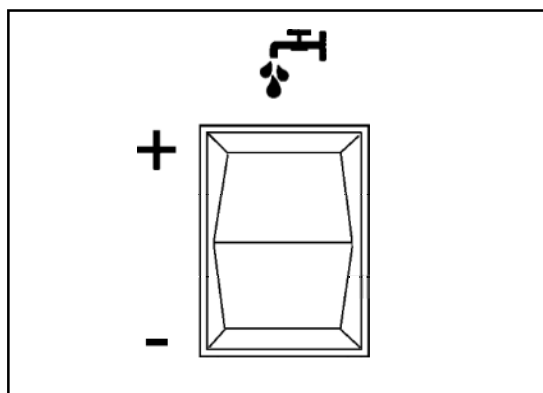
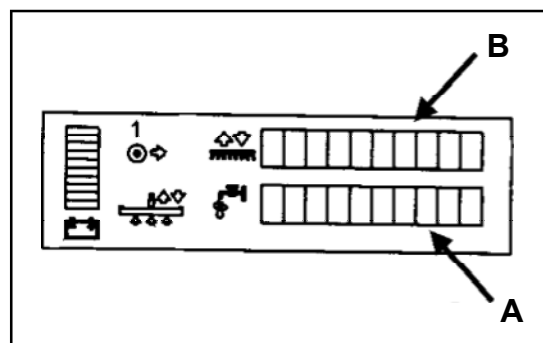
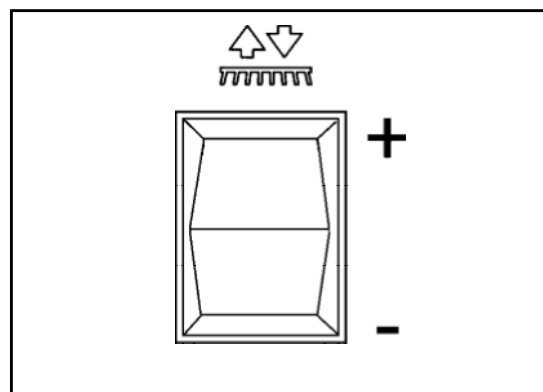

Рисунок 25
Рисунок 26
Рисунок 27
Раствор используется для разрыхления и удаления грязи с пола. Количество наносимого раствора регулируется для пяти уровней, в зависимости от состояния различных полов. Эти уровни отображаются на ЖК-дисплее, который находится в передней части машины. Для регулирования количества наносимого раствора используйте Переключатель расхода раствора (рис. 25). **ПРИМЕЧАНИЕ: На дисплее существует пять разных настроек. Смотрите рис. 26, А.**
1. Нажмите переключатель со стороны “+” (рис. 25).
1. Нажмите переключатель со стороны “-” (рис. 25).
Щетки используются для обеспечения перемешивания раствора, что способствует процессу очистки. Сила применяемого давления щеток регулируется для пяти уровней, в зависимости от состояния различных полов. Эти уровни отображаются на ЖК-дисплее, который находится в передней части машины (рис. 26, В). Для регулирования степени давления щеток используйте щеточный переключатель вверх/вниз (рис. 27).
1. Нажмите переключатель со стороны “+” (рис. 27).
1. Нажмите переключатель со стороны “-” (рис. 27).